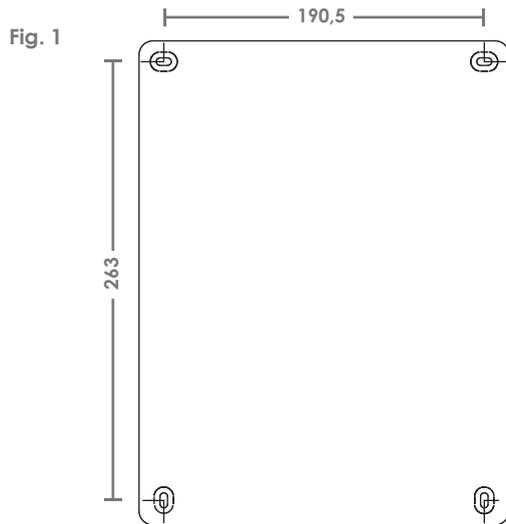
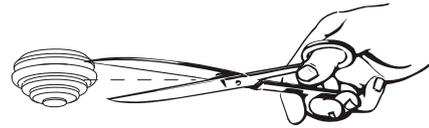

Fig. 3
Fig. 4
- 4) Cortar las pastecas en dotación según el tamaño de los cables utilizados para las conexiones eléctricas (fig. 3) y asegurarse que la pasteca adhiere perfectamente al cable. No cortar las pastecas inutilizadas (fig. 4).
- 5) Introducir las pastecas en los agujeros pertinentes según el dibujo y deslizar los cables (fig. 4).